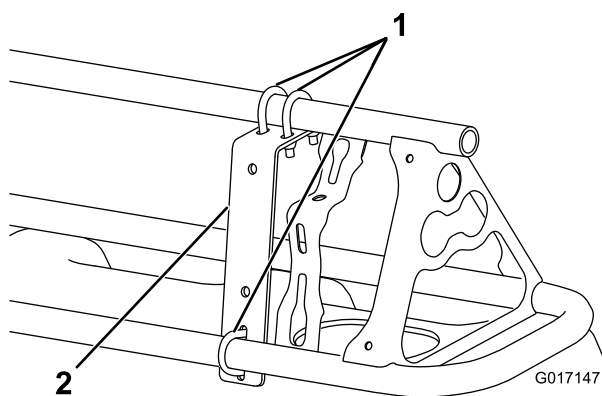
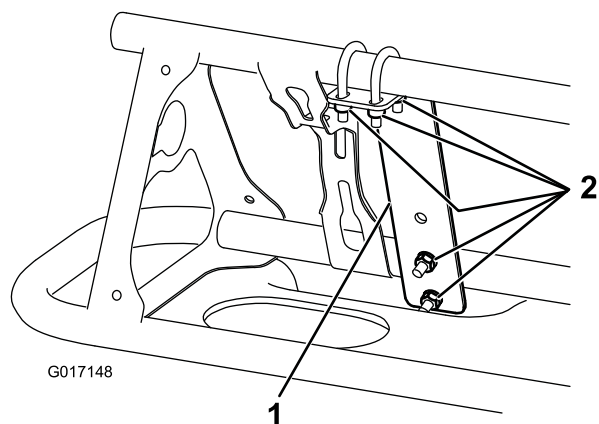

Рисунок 8
Рисунок 9
1. Установите монтажный кронштейн на переднюю сторону каждой стрелы рядом с самым удаленным от центра соплом с помощью трех U-образных болтов и 6 контргайк (1/4 дюйма) (Рисунок 8 и Рисунок 9).